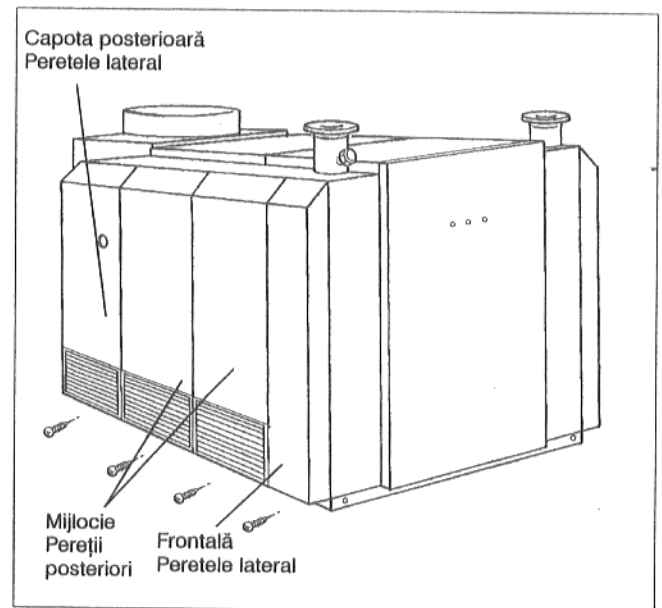

Fig. 36: Mărimea cazanului 2 x 16
- Pereții laterali din spate și dacă este necesar de mijloc\* se suspendă sus la capotele laterale iar jos se înșurubează la soclul longitudinal (Fig. 36).